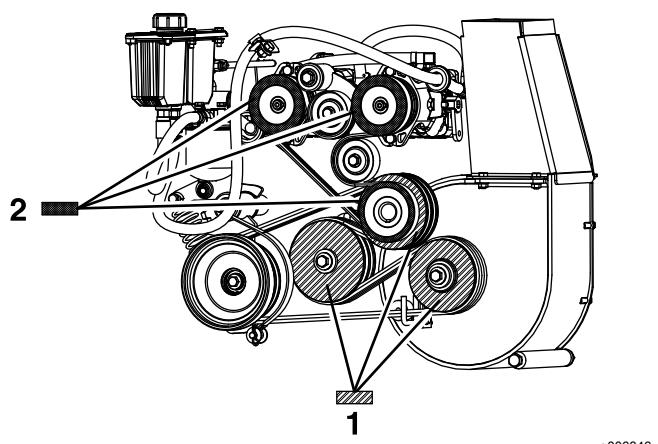

Figure 55
8. En vous servant de la poulie de ventilateur comme base de mesure, déplacez le moteur et l'arbre intermédiaire jusqu'à ce que la surface arrière des 3 poulies soit alignée à 0,8 à 1,6 mm (1/32 à 1/16 po) près (Figure 55).
- Utilisez une règle pour aligner chaque poulie de pompe sur la poulie du moteur, en la faisant glisser sur l'arbre d' entraînement de la pompe (Figure 55).